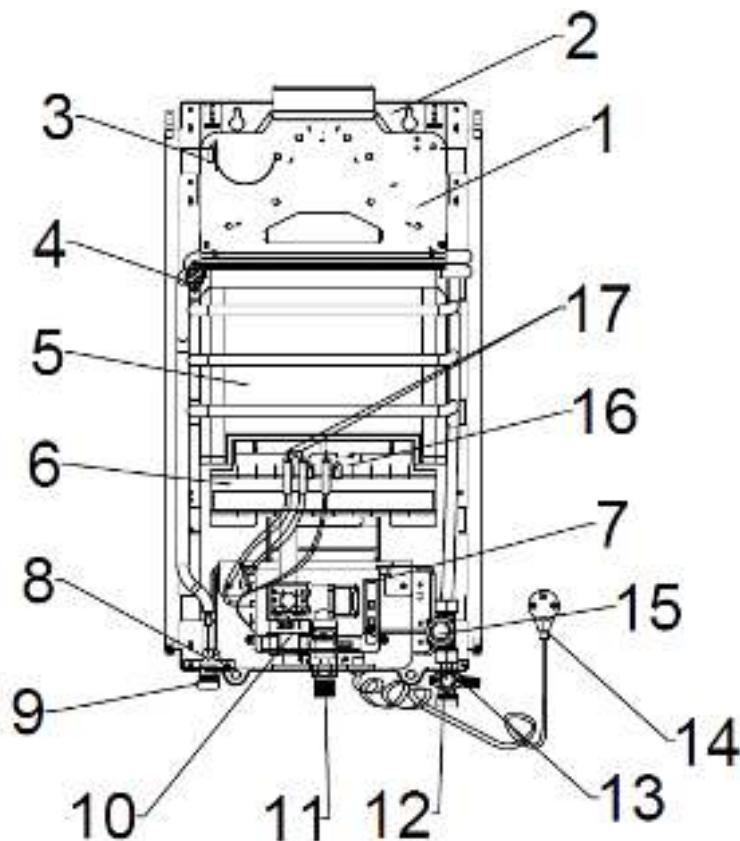

Рисунок 1
ГПВН настенного типа имеет прямоугольную форму, образуемую съёмной облицовкой, установленной на каркасе (Рис. 1, 2).
Составные части изделия, поясняющие принцип устройства ГПВН и требующие технического обслуживания во время эксплуатации, показаны на Рис. 1.
Основные узлы ГПВН, (Рис.1):
- открыть запорный вентиль горячей воды. Открыть кран горячей воды. Во время протока воды должен произойти искровой разряд между электродами электронного розжига и горелкой (см. Рис.1).